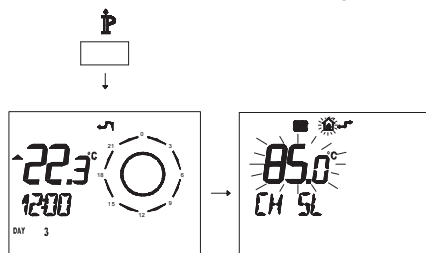

Fig. 5.45
- Premere per più di 3 secondi il pulsante \mathbb{P} per entrare in modalità *INFO* (Fig. 5.45).